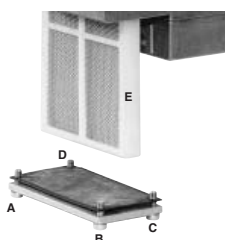

Рис. 34
- 2 Снять винты A ÷ D (Рис. 34).
- 3 Заменить патрон фильтра E (Рис. 34).